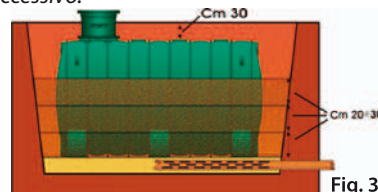

Fig. 3
5. Riempire il serbatoio per circa 20-30 cm con acqua e colmare lo spazio vuoto tra il serbatoio e la parete dello scavo con sabbia, fino al livello dell'acqua, con strati di circa 20-30 cm per volta (fig. 3), badando bene a **compattarli perfettamente**, aiutandosi con un **paletto di legno** (fig. 5) o **altri mezzi idonei**. Evitare di scaricare la sabbia in grosse quantità, perché questo potrebbe creare accumuli, capaci di deformare il serbatoio, mentre potrebbe generare vuoti in altre zone. **È fondamentale cercare di compattare al massimo ogni singolo strato che viene aggiunto.**
7. Raccomandiamo di colmare la parte superiore della buca, fino all'inizio della prolunga del duomo, se presente, con sabbia non riciclata, completando l'ultima fase di interro con terreno vegetale, avendo cura di non superare la profondità massima di interro di 30 cm, come indicato nella fig. 3. (~ 50 cm per la serie NER).